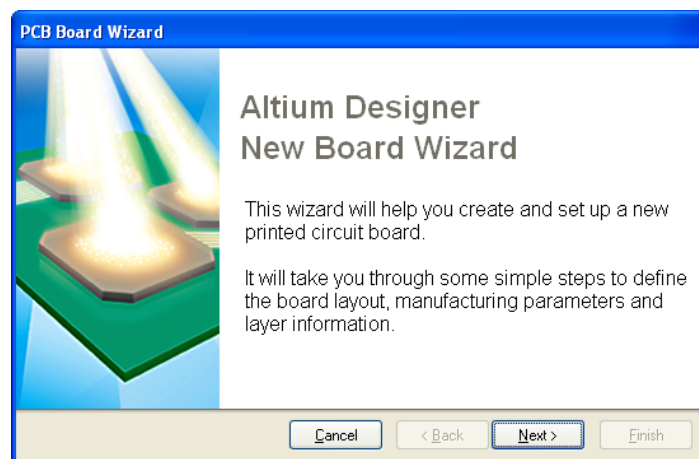

Рисунок 1.
3) Відкриється головна сторінка майстра (рис. 1). Натисніть *Next* (Далі) для продовження.